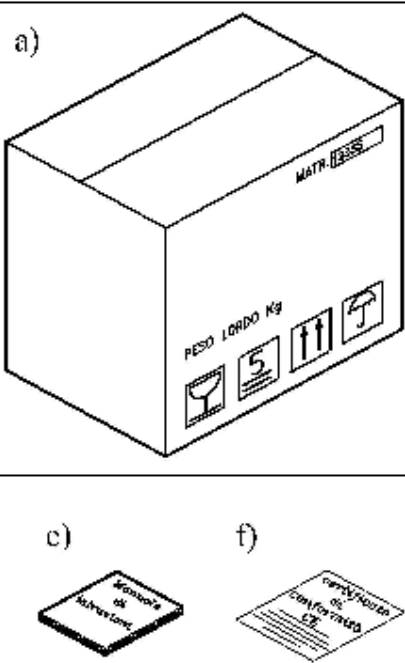

РИС. 3 - Описание упаковки
3.1 - ПОСТАВКА МАШИНЫ (см. РИС. 3)
Если при получении товара не обнаруживается внешних повреждений, приступить к вскрытию упаковки и проверке комплектности (см. РИС. 3). Если при доставке на упаковке обнаруживаются следы плохого обращения, ударов или падения, необходимо уведомить курьера об ущербе в течение 3 дней с даты поставки, указанной в документах, составить точный отчет о повреждениях машины. Не переворачивать упаковку!!! При транспортировке надежно удерживать упаковку за 4 угла, сохраняя ее параллельность полу.